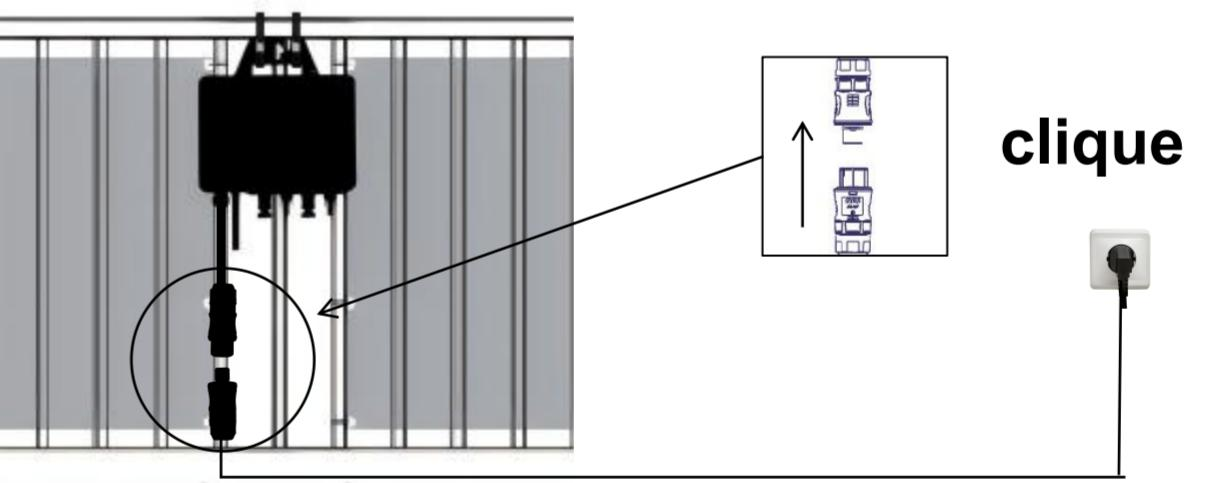

Figura 1
- Para evitar o consumo adicional de energia proveniente da alimentação noturna da máquina, o microinversor obtém energia do painel em vez da rede elétrica. Se os painéis flexíveis conectados em série receberem luz solar suficiente, o LED da máquina no canto inferior esquerdo piscará em vermelho após as linhas de CC serem conectadas à máquina (Figura 1). Se o LED não piscar, pode ser que a luz solar sobre os painéis não seja suficiente. Nesse caso, tente mover os painéis flexíveis para outro local com mais luz solar.